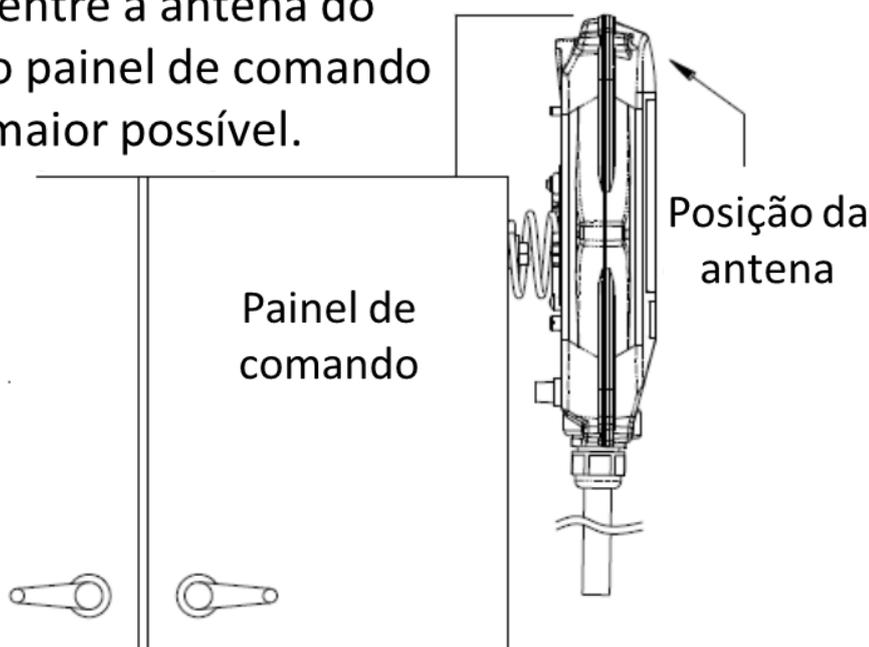

FIGURA 30 - POSIÇÃO ANTENA DO RECEPTOR
- A antena do receptor deve passar a altura do painel, conforme Figura 30;